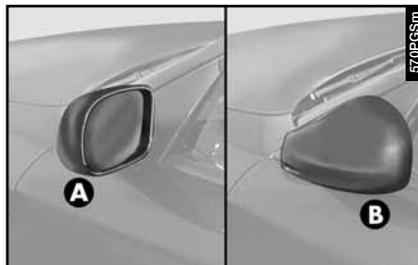

fig. 42
— En cas de besoin (par ex., quand l'encombrement du rétroviseur crée des difficultés dans un passage étroit), le rétroviseur peut être replié en le déplaçant de la position (A-fig. 42) à la position (B).